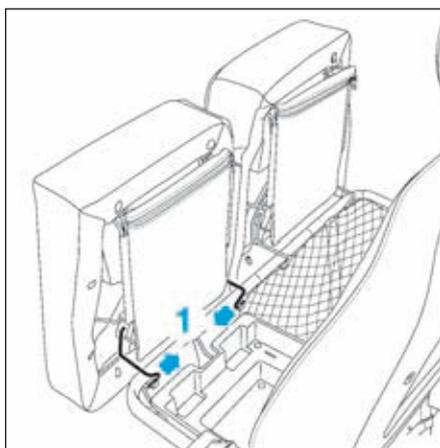

FIG.47
- Exercer une pression en (1) (Fig.47).